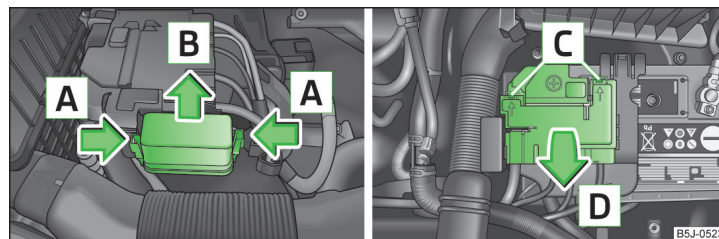

Abb. 155 Fahrzeugbatterie: Abdeckung des Sicherungskastens
- Die Sicherungsbügel der Abdeckung des Sicherungskastens gleichzeitig in Pfeilrichtung **A** » Abb. 155 zusammendrücken und die Abdeckung in Pfeilrichtung **B** herauschieben.